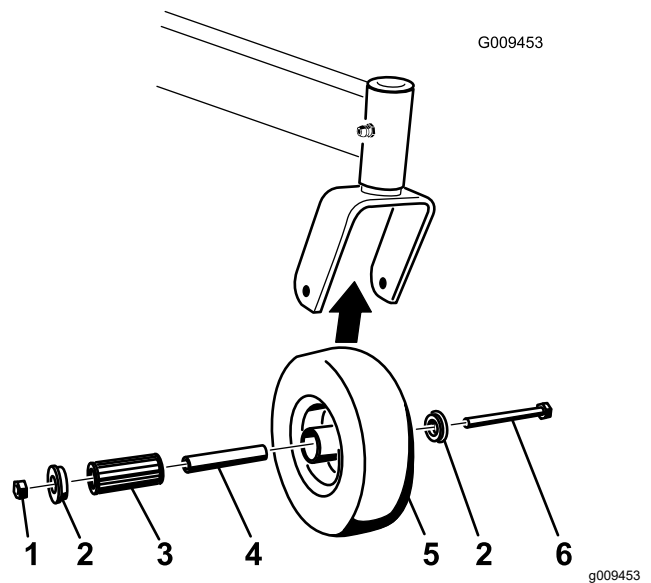

Figura 48
1. Retire la contratuerca y el perno que sujetan la rueda giratoria a la horquilla (Figura 48).
2. Retire uno de los casquillos, y tire del casquillo intermedio y del cojinete de rodillos para sacarlos del cubo de la rueda (Figura 48).
3. Retire el otro casquillo del cubo de la rueda y limpie la grasa y la suciedad del cubo de la rueda (Figura 48).
Nota: Repare o cambie cualquier pieza dañada o desgastada (Figura 48).
5. Coloque uno de los casquillos en el cubo de la rueda (Figura 48).
6. Engrase el cojinete de rodillos y el casquillo intermedio y deslícelos en el cubo de la rueda (Figura 48).
7. Coloque el segundo casquillo en el cubo de la rueda (Figura 48).
8. Instale la rueda giratoria en la horquilla y fíjela con el perno y la contratuerca (Figura 48).
9. Apriete la contratuerca hasta que el casquillo intermedio se apoye contra el interior de las horquillas de las ruedas giratorias (Figura 48).